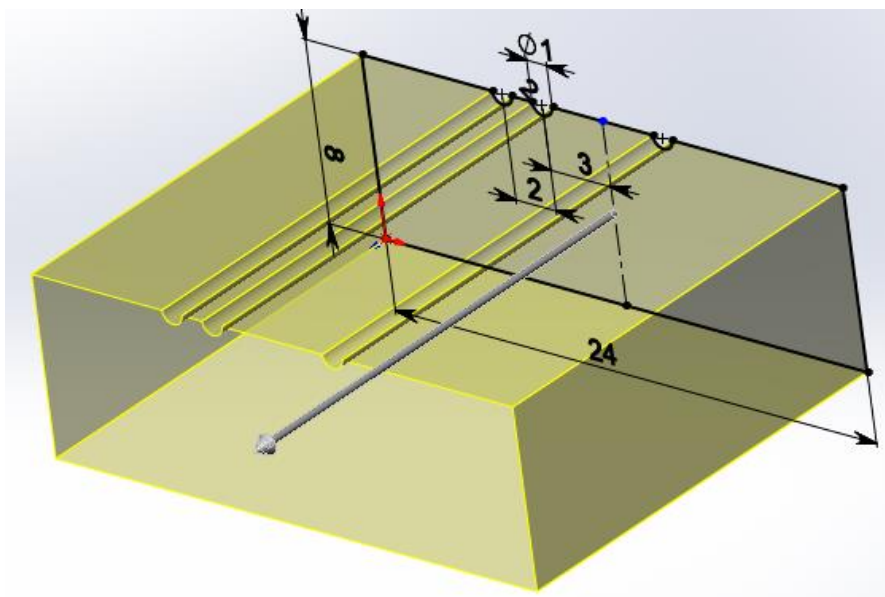

Рис. 5. Построение вытянутой поверхности
6. Создадим объемный элемент оболочки. Для этого используем инструмент **Вытянутая поверхность** , выбираем созданный ранее эскиз и задаем размер вытягивания **В** согласно варианту. После чего нажимаем галочку в верхней части панели  и получаем необходимый элемент оболочки (рис. 5).